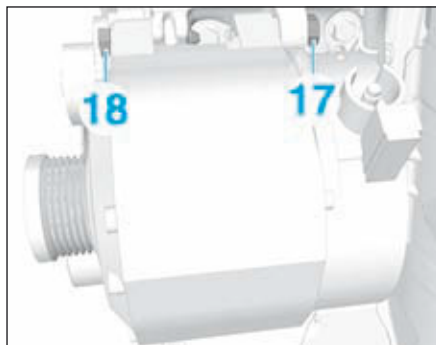

FIG.8
- Desserrer la vis (17) de quelques filets (Fig.8).
- Déposer la vis (18).